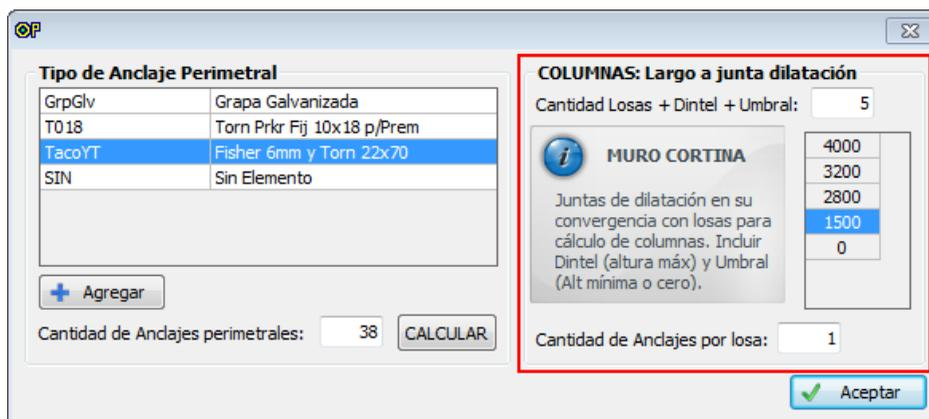

Fig. 5.18 - Propiedades Anclajes – Configuración Losas/Juntas de Dilatación
**Anclajes:** Dentro de esta propiedad se definen tipo de *Anclaje* y cantidad y altura de Losas (lo que permite determinar la cantidad de juntas de dilatación para las *Columnas*). Esto sólo es utilizable para *Muro Cortina* (Fig.5.18).